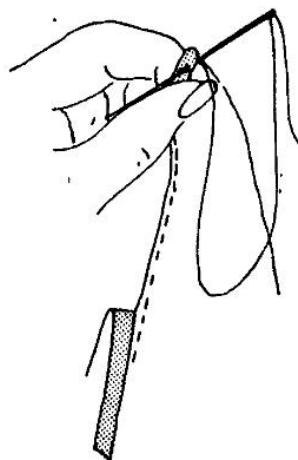

Рис. 134
7. Используя шелковую или легкую полиэстрильную нить, выполните небольшой стежок через рулик, затем захватите одну нить ткани изделия (рис. 134). Чтобы нить точно совпадала по цвету с изделием, можно выдернуть ее из лоскута той же ткани в долевом направлении.